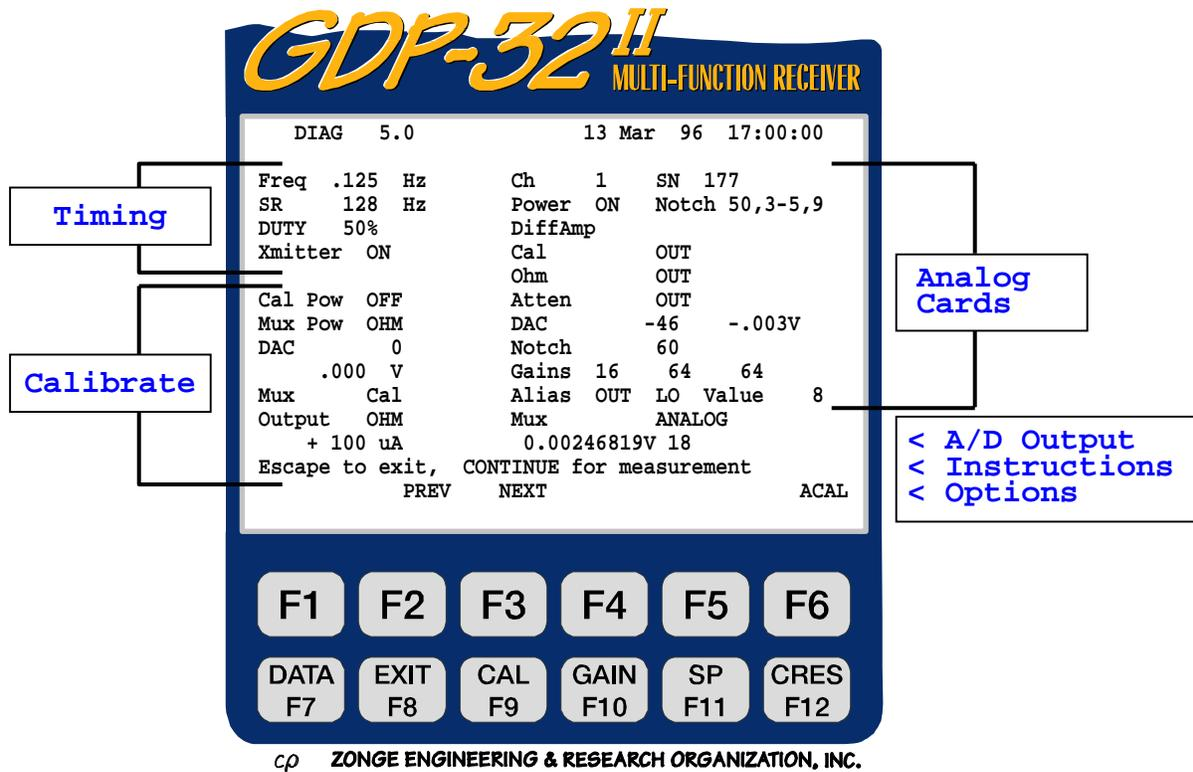

Figura 17.2 (c) Ejemplo de TDIP con 3 canales.
8. La pantalla debería ser ahora similar a la **Figura 17.2.(c)**: